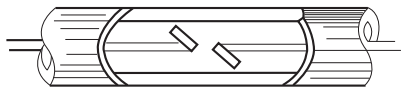

图 7-23 管两端穿入钢丝引线
(1) 在穿线前, 应先将管内的积水及杂物清理干净。
(2) 选用 $\phi 1.2\text{mm}$ 的钢丝作引线, 当线管较短且弯头较少时, 可将钢丝引线由管子一端送向另一端; 如果弯头较多或线路较长, 将钢丝引线从管子一端穿入另一端有困难时, 则可从管子的两端同时穿入钢丝引线, 此时引线端应弯成小钩, 如图 7-23 所示。当钢丝引线在管中相遇时, 用手转动引线使其钩在一起, 然后将一根引线拉出, 即可将导线牵入管内。